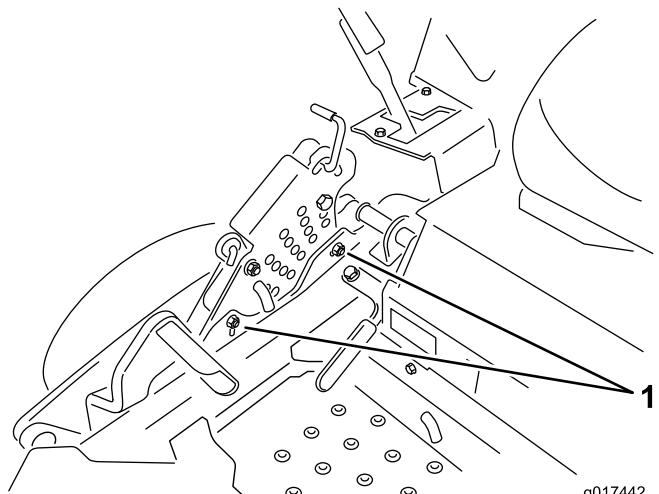

Figura 72
- 12. Para ajustar el sistema de ajuste de un solo punto, afloje los dos pernos situados cerca del borde inferior de la pletina de altura de corte. Consulte Figura 72.
14. Apriete los dos pernos situados cerca del borde inferior de la pletina de altura de corte (Figura 72). Apriete a 37–45 Nm.